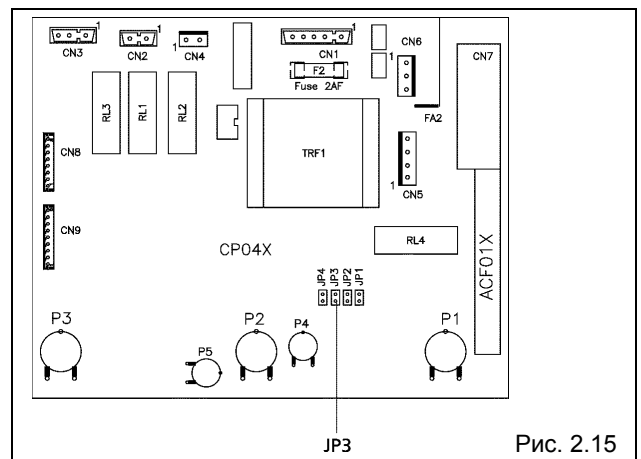

Рис. 2.15
- **Переход со сжиженного нефтяного газа на метан:** на плате управления уберите перемычку JP3 (Рисунок 2.15).
- **Переход с метана на сжиженный нефтяной газ:** на плате управления установите перемычку JP3 (Рисунок 2.15).
Если вы переходите с метана на сжиженный нефтяной газ, необходимо установить переключку JP3 (рисунок 2.15 на странице 15), чтобы увеличить напряжение на модуляторе и, следовательно, увеличить расход газа к горелке. Если вы переходите со сжиженного нефтяного газа на метан, проделайте обратную процедуру.